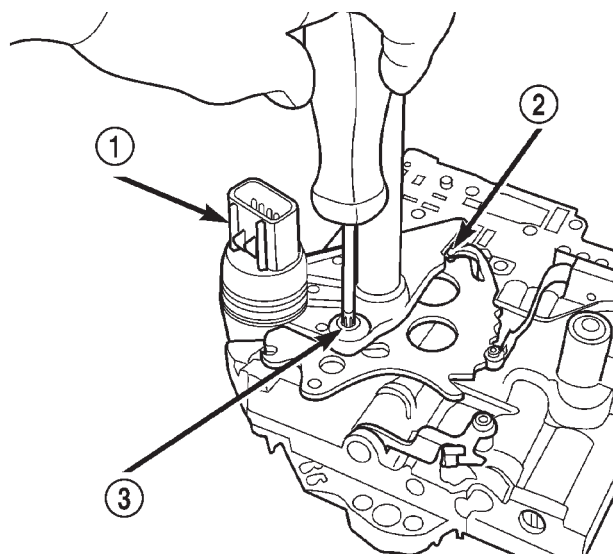

Fig. 320 Desmontaje del sensor de posición de la transmisión
- (2) Retire el tornillo de retén del sensor de posición de la transmisión (Fig. 320).